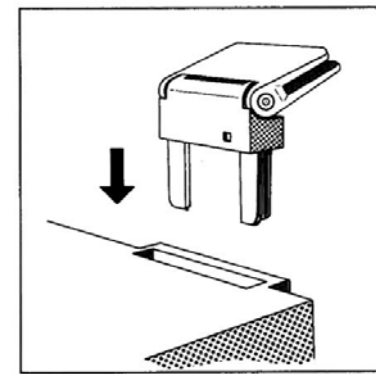

Fig. 3
– Schamiere **2** in die dafür vorgesehenen Aussparungen einstecken (Fig. 3).
- Insert the hinges **2** in the appropriate recesses (fig. 3).